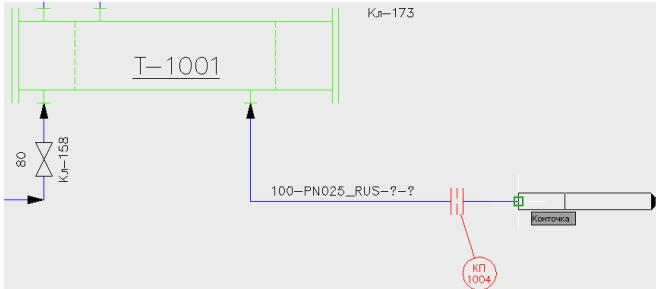

Рис. 26
- Нажмите **OK**. Автоматически откроется чертеж **1-TX-1001**. Укажите в нем конец линии, подходящей к нижнему правому штуцеру теплообменника **T-1001** (Рис. 26).